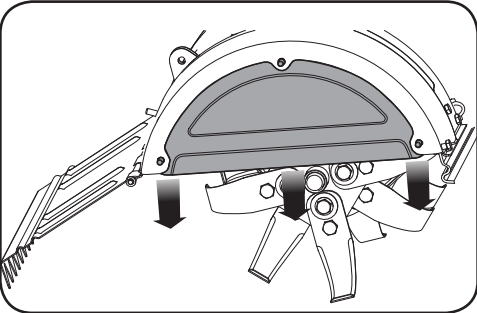

Figure 5-6
- 2. Faites glisser le couvercle de protection des dents vers le bas. Voir Figure 5-6.